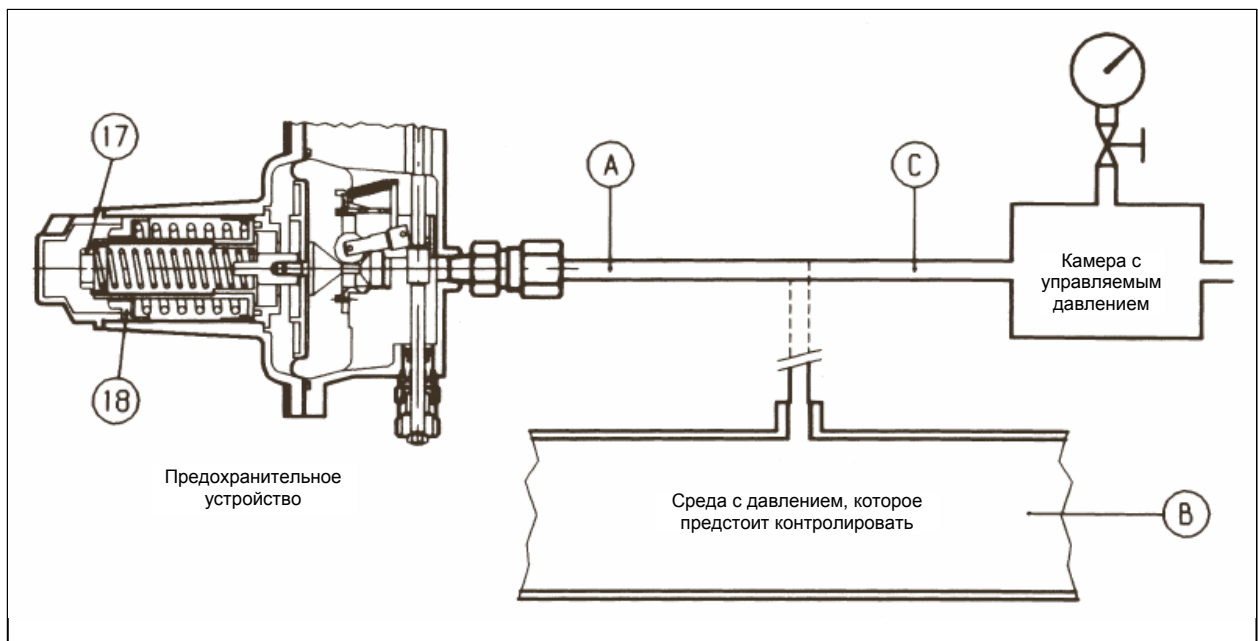

Рис. 17
В) В устройствах без нажимного клапана (Рис. 17) мы рекомендуем отдельно подключать контрольную головку к вспомогательному источнику управляемого давления, после чего повторить все описанные выше операции.
- В) В устройствах без нажимного клапана (Рис. 17) мы рекомендуем отдельно подключать контрольную головку к вспомогательному источнику управляемого давления, после чего повторить все описанные выше операции.